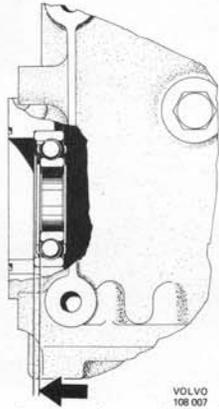

Abb. 64 Einbau des vorderen Kurbelwellenlagers (A 206)
**Hinweis!** Beim Kompressortyp A206 ist der Außenring des vorderen Kurbelwellenlagers breiter als der Innenring. Beim Einbau ist deshalb darauf zu achten, daß die unebene Seite des Lagers außen zu liegen kommt (Abb. 64).